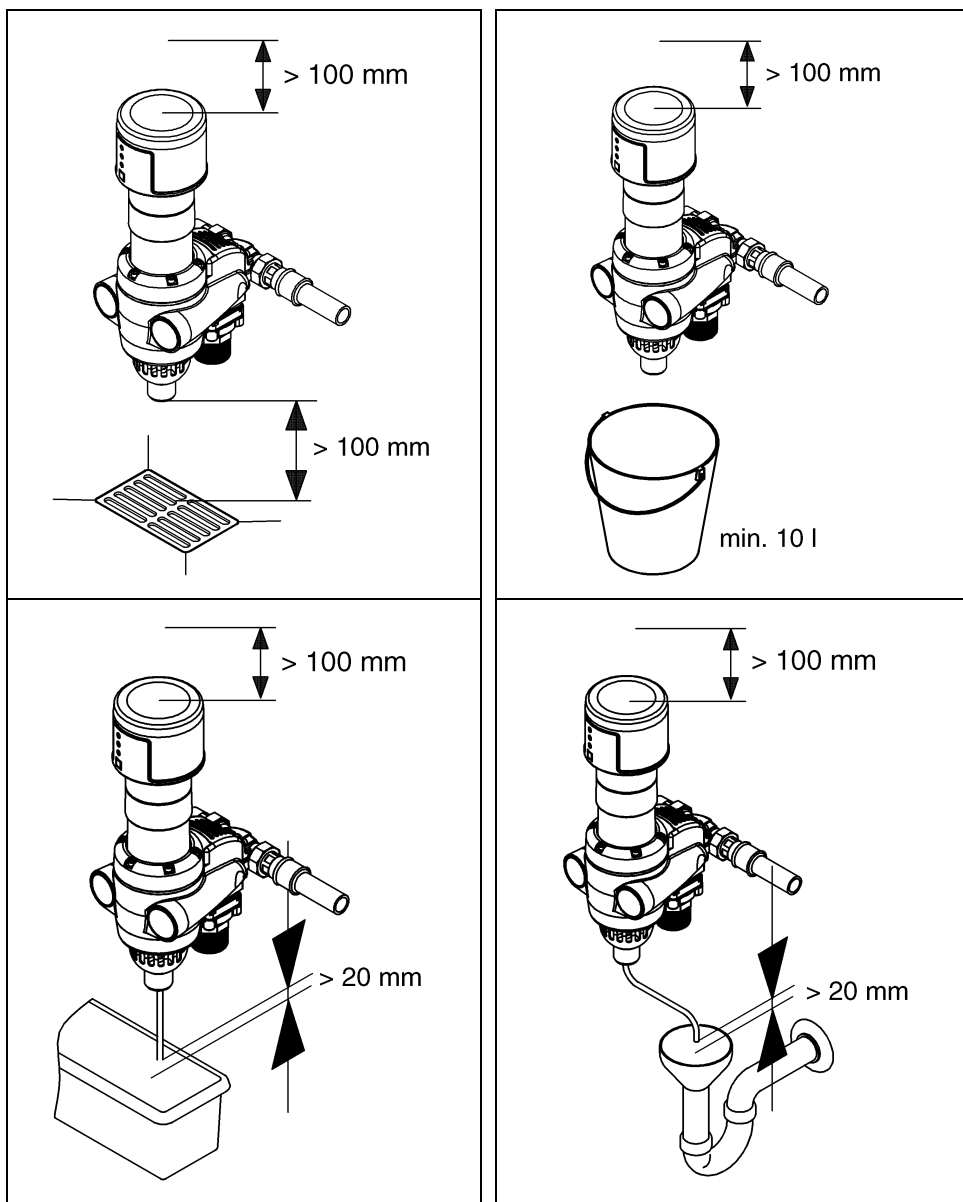

Fig. 4: Possibili scarichi per l'acqua di controlavaggio
Per i lavori di manutenzione e per un utilizzo sicuro tenere sempre conto delle dimensioni specificate (vedere Fig. 4). È necessario lasciare nella parte superiore della stazione per reti idriche domestiche almeno 100 mm di spazio libero per eseguire comodamente tutti i lavori di manutenzione ordinaria necessari. Queste distanze sono necessarie per poter eseguire il processo di controlavaggio (vedere capitolo „Controlavaggio“).
Per l'acqua di controlavaggio deve essere presente un allacciamento delle acque reflue delle giuste dimensioni (ad es. deflusso dal terreno) in conformità alla normativa DIN 1986. Nel caso in cui non sia presente alcun allacciamento delle acque reflue, può essere utilizzato un secchio delle dimensioni appropriate (vedere Fig. 4).
- Se più della metà del secchio risulta pieno, il processo di controlavaggio deve essere concluso. Diversamente, il secchio potrebbe ribaltarsi. Pertanto il secchio deve avere le giuste dimensioni ed il processo di controlavaggio deve essere eseguito velocemente (vedere Fig. 4).